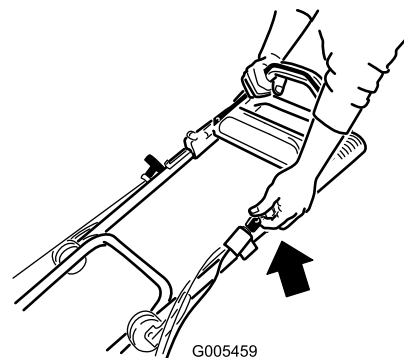

Figuur 13
2. Houd de bedieningsstang van het maimes tegen de handgreep (Figuur 13).